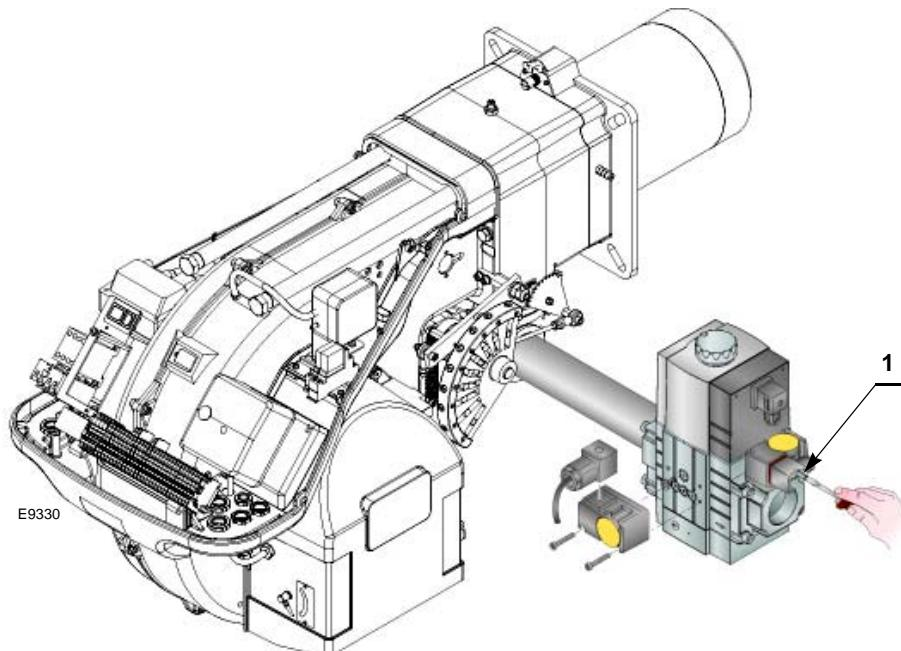

图 27
- ▶ 连接一个压力计到最小燃气压力开关的压力测试点 1（图 27），检查燃气供应压力：必须低于燃气阀组所能允许的最大压力，见燃气阀组标牌。
- ▶ 将燃气阀组管路中的空气排净，连接一个塑料管到最小燃气压力开关的压力测试点 1（图 27）。将该塑料管伸到建筑物外，可以闻到燃气的味道。